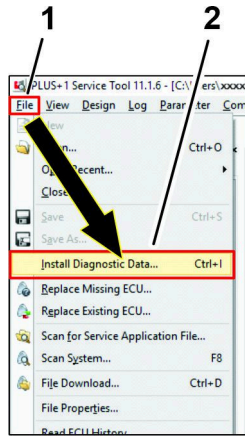

Figure 47
1. Cliquez sur l'icône FICHIER et dans la liste déroulante, cliquez sur l'icône INSTALLER LES DONNÉES DE DIAGNOSTIC . . . (Figure 47).